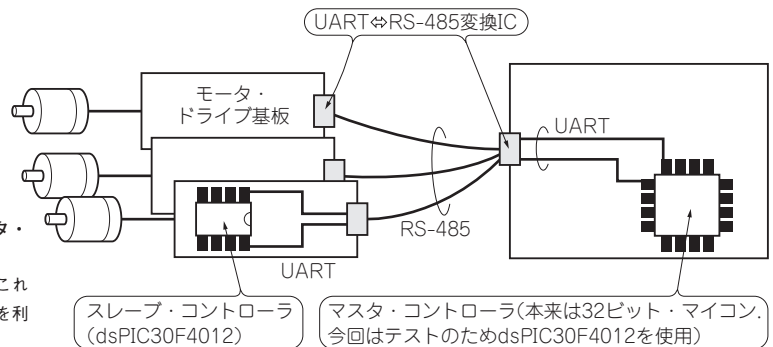

図1 複数のモータを同時に回すためにマスタ・マイコンと複数のスレーブ・マイコンを接続するにはUART⇔RS-485変換ICを利用する。これまでの連載で使っていたdsPICの通信プログラムを利用できる
- 通信指令を受けてモータ制御をリアルタイムに行うソフトウェアについて解説し、数個のユニットを同時制御できるようにします(図1)。
マイコンどうしのインターフェースには、さまざまなものがあります。今回は図1に示すように、ピンの数が少なくノイズに強いRS-485通信をメインの伝送ラインに使用します。